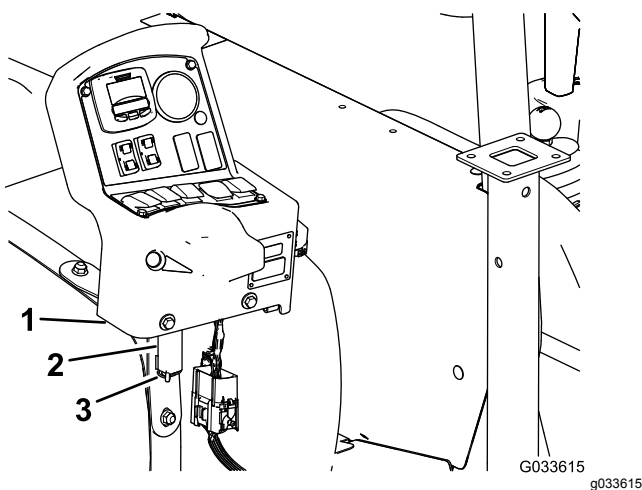

Bild 117
7. Entfernen Sie die Konsole von den Befestigungshalterung der Konsole und fluchten Sie den Lagerbolzen an der Steuerkonsole mit der Lagerhalterung am vorderen Behälterriemen (Bild 117) aus, siehe 9 Befestigen der Steuerkonsole an der Maschine \(Seite 24\).
8. Befestigen Sie die Konsole an der Halterung und befestigen den Lagerbolzen mit dem Lastösenbolzen an der Halterung (Bild 117).